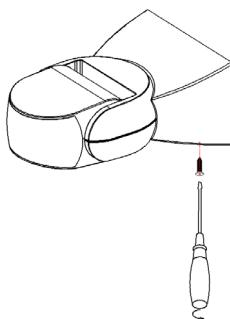

Abb. 1
- Das Unterteil durch Abheben mit einem Schraubenzieher (s. Abbildung 1) demontieren.